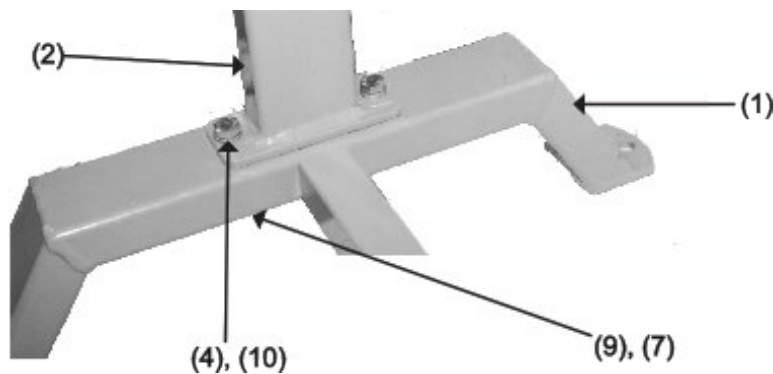

Figura 1
1. Conecte o suporte principal (3) ao suporte da mesa (2). Insira dois parafusos (6) com arruelas (10) através do suporte da mesa (2) e do suporte principal (3). Deslize mais duas arruelas (10), arruelas de pressão (9) e rosqueie as porcas (7).
2. Fixe o suporte da mesa (2) à perna (1). Insira dois parafusos (4) com arruelas (10) através do suporte da mesa (2) e através da perna (1). Deslize mais duas arruelas (10), arruelas de pressão (9) e rosqueie as porcas (7). Veja a Figura 1 para mais detalhes.